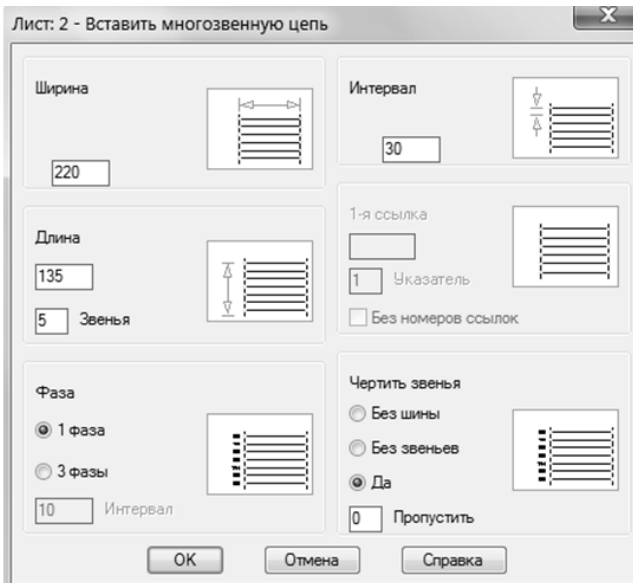
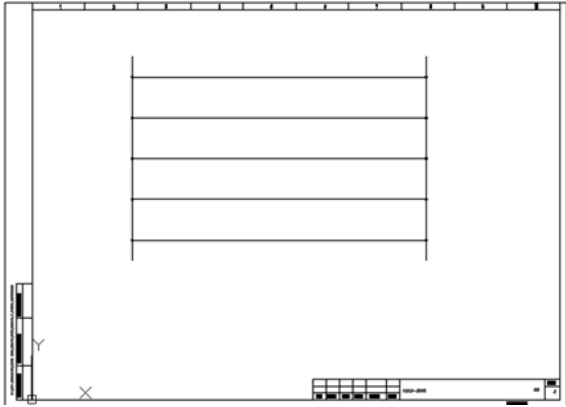

Рисунок 5.3 - Налаштування багатоланкового ланцюга
Рисунок 5.4 - Розміщення багатоланкового ланцюга на аркуші
6. Використовуючи команду **Вставить многозвенную цепь** вкладки **Схема** панель **Вставить провода/номера проводов**, задавши у вікні **Вставить многозвенную цепь** настройки, які показані на рис. 5.3, побудуйте на аркуші многозвеньевую ланцюг (рис. 5.4).